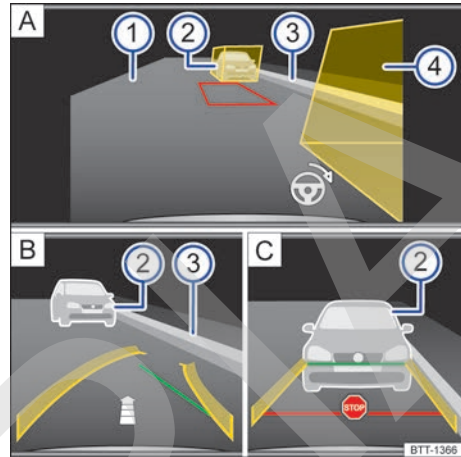

Fig. 196 Visualización en la pantalla del sistema de infotainment: asistente de marcha atrás, modo 2.
Leyenda de la fig. 196
5. Sitúe el vehículo en paralelo a la franja de aparcamiento a aprox. 1 metro de distancia de modo que las cajas auxiliares amarillas cubran por completo los posibles obstáculos → fig. 196  . La zona situada entre las cajas deberá estar libre de obstáculos. Recomendación: si hubiera, oriéntese por la deli-